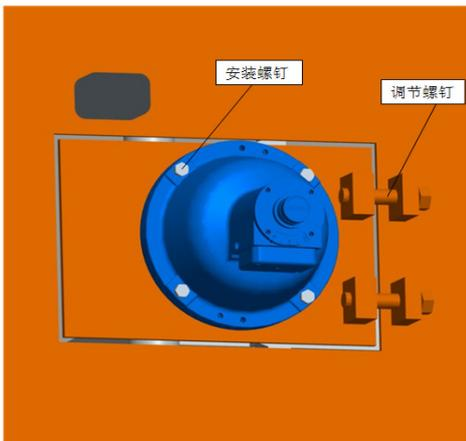
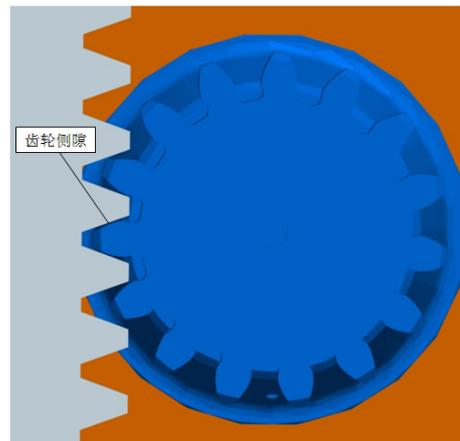

图5.3-1 防坠安全器安装螺钉
图5.3-2 防坠安全器齿轮齿条啮合间隙
- (1) 安装SAJ型施工升降机防坠安全器时，按照表5.3-1规定的力矩均匀拧紧四个安装螺钉；
- (2) 用塞尺检查安全器齿轮与升降机齿条啮合间隙L（如图5.3-2所示），保证 $L=0.5\text{mm}-1\text{mm}$ 。使用升降机吊笼内部调节螺钉（如图5.3-1所示）进行调节；